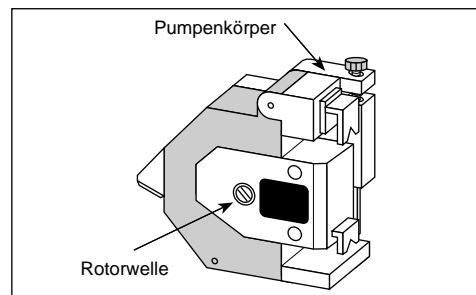

Abbildung 3-1. Pumpenkopf in geschlossenem Zustand
2. Vergewissern Sie sich, daß der Pumpenkopf geschlossen ist (s. Abbildung 3-1).
2. Vergewissern Sie sich, daß beide Pumpenköpfe geschlossen sind (s. Abbildung 3-1).